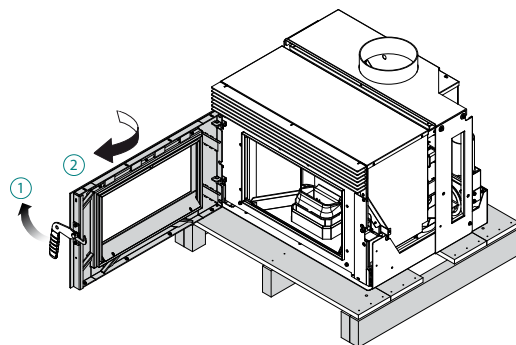

fig. 6.1.1
- 3) Open the door (fig. 6.1.1) ;